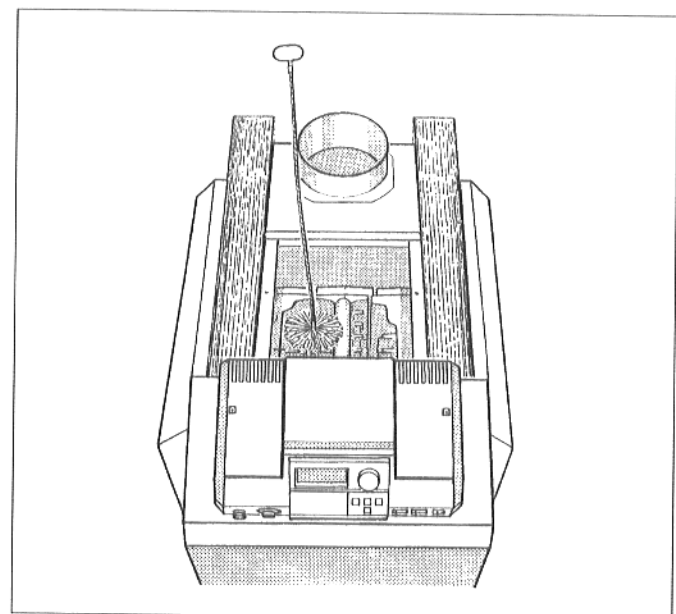

Fig. 35 : nettoyage à la brosse
- Brosser vigoureusement les carneaux collecteurs de fumées (fig. 35).